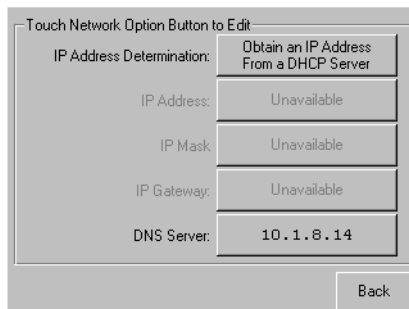

Figura 3-9. Schermata di determinazione dell'indirizzo IP
- Dalla schermata Menu, sfiorare le opzioni Network (Rete) nell'area Edit Options (Modifica opzioni). Viene visualizzata la schermata IP Address Determination (Determinazione indirizzo IP) (vedere la Figura 3-9).
2. Sfiare l'opzione IP Address Determination (Determinazione dell'indirizzo IP) (vedere la Figura 3-9), quindi l'opzione User-Specified IP Address (Indirizzo IP specificato dall'utente) (vedere la Figura 3-10).